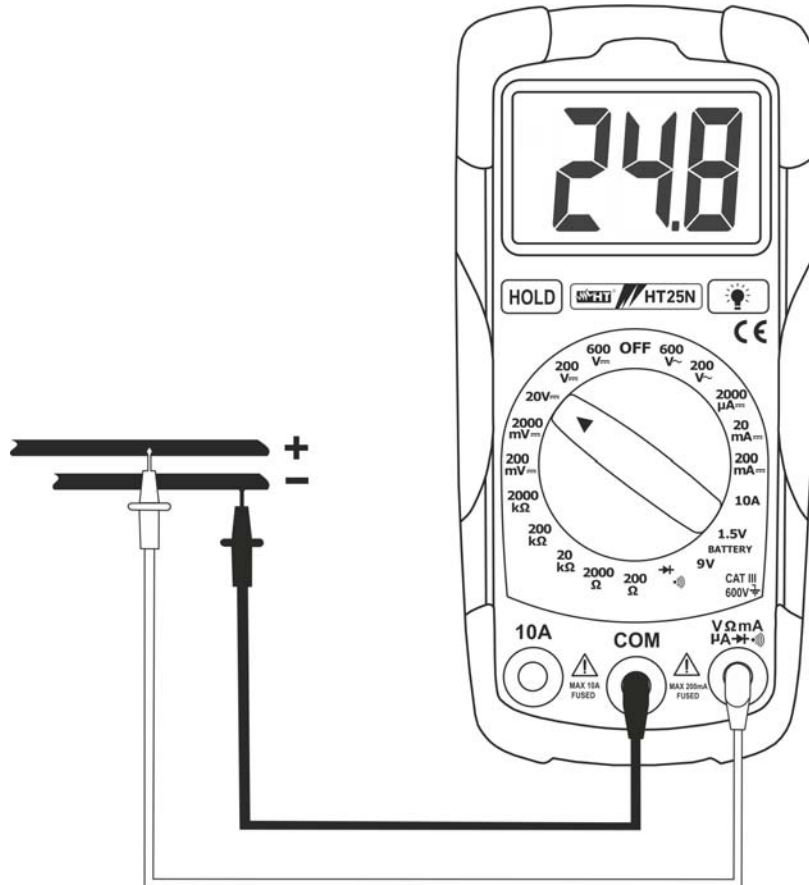

Fig. 2: Uso do instrumento para medir Tensões CC
3. Colocar a ponteira vermelha e a ponteira preta respetivamente nos pontos com potencial positivo e negativo do circuito em exame (ver Fig. 2). O valor da tensão é apresentado no display.
5. A visualização, no display do instrumento, do símbolo "-" indica que a tensão tem um sentido oposto em relação à ligação da Fig. 2.